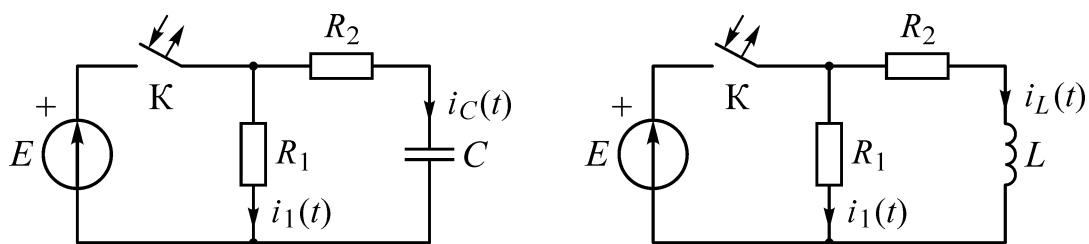

Рис. 11
2.1. Данные элементов схемы (рис. 11):
Для двух схем (рис. 11) в соответствии с данными своего варианта определить для двух случаев:
3.1. Собрать заданную схему (рис. 11) и установить значения элементов схемы согласно своего варианта.